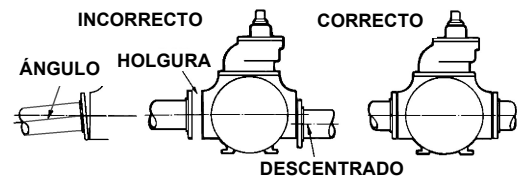

Figura 2
7. Verifique la alineación de las tuberías hacia la bomba para evitar tensiones que posteriormente pudieran causar una desalineación. Consulte la figura 2. Desemperne las bridas o rompa las juntas de unión. Las tuberías no deben separarse ni caerse. Después de que la bomba haya estado en operación durante una semana o dos, vuelva a verificar completamente la alineación.